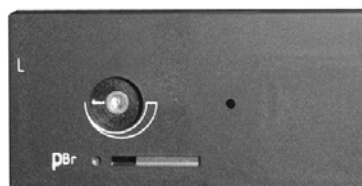

Рис. 35
1. Установить регулятор давления на выходе на 1/3 его хода: используя шестигранный ключ на 2,5 (Рис. 35).